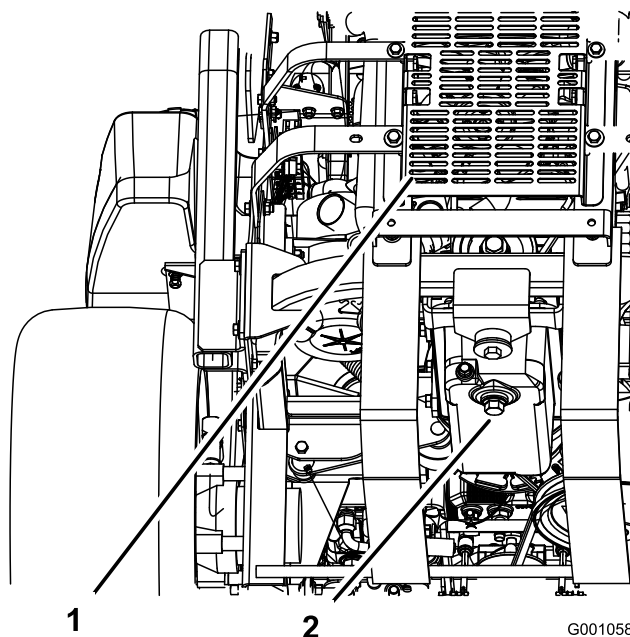

Figura 53
5. Coloque un recipiente debajo del orificio de drenaje de aceite. Retire el tapón de vaciado y deje que el aceite se drene completamente (Figura 53).